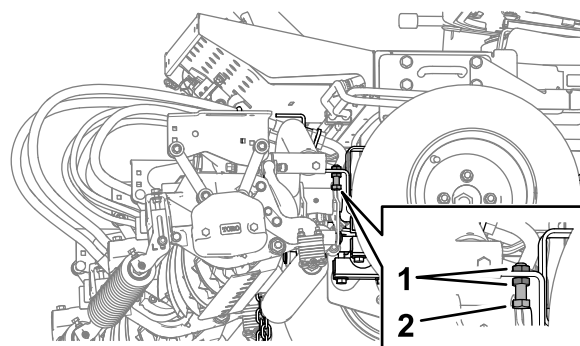

Figure 28
- De chaque côté de la machine, desserrez les écrous de blocage et dévissez les boulons d'arrêt des bras de levage (Figure 28).